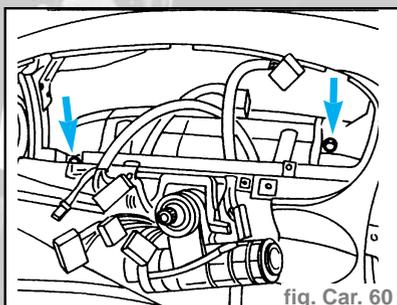

fig. Car. 60
- Dévisser les vis de fixation du tableau de bord à la coque, du côté Gauche (fig. Car. 60).